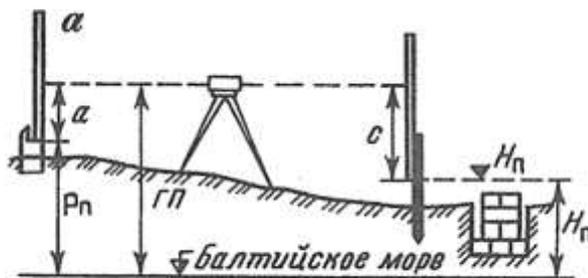

Рис. 1. Схема разбивки и контрольных высот фундамента
6. Выставьте проектную высоту верха фундамента на обноске (рис. 1), если высота репера $P_n = 21,415$, отсчет по рейке $a = 0812$, проектная высота фундамента $H_n = 20,601$.